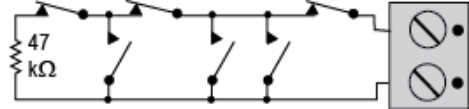

Figura 4. Esempio di collegamento di Fine Linea (E.O.L.)
- Per supervisione di Fine Linea (E.O.L.): possono essere usati rilevatori con contatti Normalmente Chiusi (N.C.), come illustrato in Figura 4. Una resistenza da 47kΩ deve essere collegata all'estremità del circuito dell'ingresso ausiliario.
La figura 4 illustra un circuito di allarme N.O. e N.C. con resistenza E.O.L.